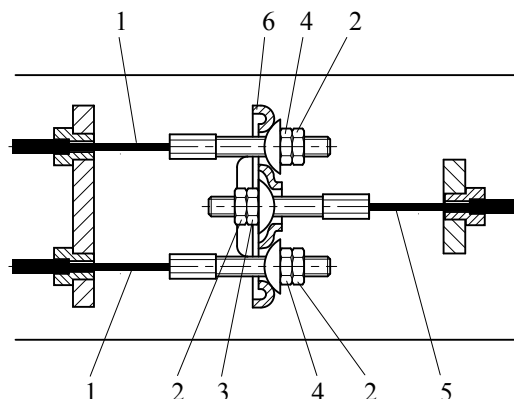
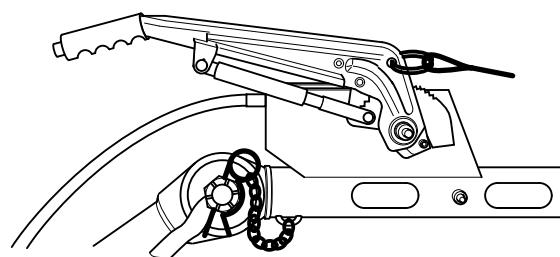

Fig. 5.7 Arrangement bremsekabler
Fig. 5.8 Håndbremsegreb nede - bremse ikke aktiveret
Kontroller udlignerens position (fig. 5.7, 6) med parkeringsbremsen aktiveret.
Fjern låsestiften (4). Eliminer frigang i bremsekabler. Check alle låsemøtrikker (fig. 5.7,2).
1. Med trækøjet trukket helt ud og håndbremsen trykket ned (fig. 5.8) løsnes låsemøtrikkerne (fig. 5.7, 2). Justeringsmøtrikkerne og bremsekabelmøtrikkerne (fig. 5.7, 4) drejes med uret, indtil der ikke er slæk i bremsemekanismen.
Udligneren (fig. 5.7, 6) skal være vinkelret på hovedbremsekablet (fig. 5.7, 5).
2. Aktiver håndbremsen nogle gange og gentag justeringen. Møtrikkerne låses med låsemøtrikker (fig. 5.7, 2). Fjern hejseværk og klodser.